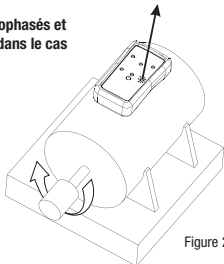

Figure 2
- Placer le 5124 vers le moteur, parallèlement à l'arbre du moteur. Le bas de l'instrument devrait faire face à l'arbre. Le 5124 devrait être orienté de façon à pointer à l'opposé du devant du moteur, tel qu'illustré à la Figure 2. L'indicateur d'emplacement du moteur est illustré à la Figure 1.
- Appuyer sur le bouton « ON » pour que l'indicateur d'alimentation s'allume et que le test commence. Pendant que le moteur tourne, l'indicateur de rotation horaire (R) ou antihoraire (L) s'allumera pour indiquer le sens de rotation du moteur.